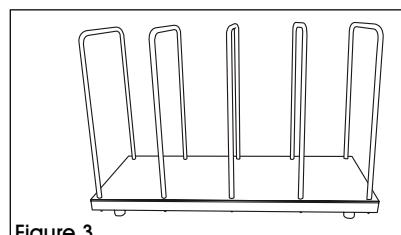

Figure 3
3. Repeat steps 1 and 2 to attach remaining carton dividers (B). (See Figure 3)
- Répétez les étapes 1 et 2 pour fixer le reste des séparateurs de carton (B). (Voir Figure 3)